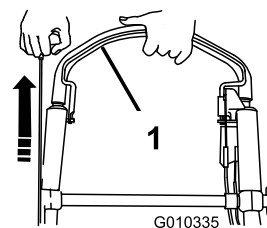

Figura 24
3. Sujete la barra de control de la cuchilla contra el manillar y tire del arrancador de retroceso (Figura 24).